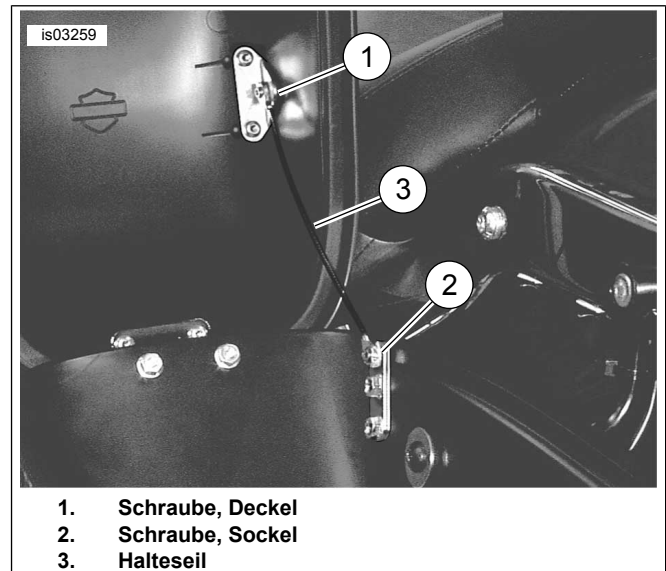
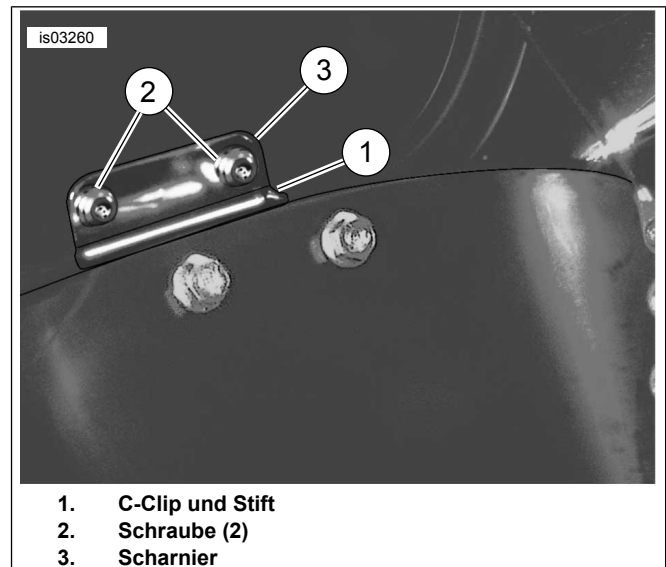
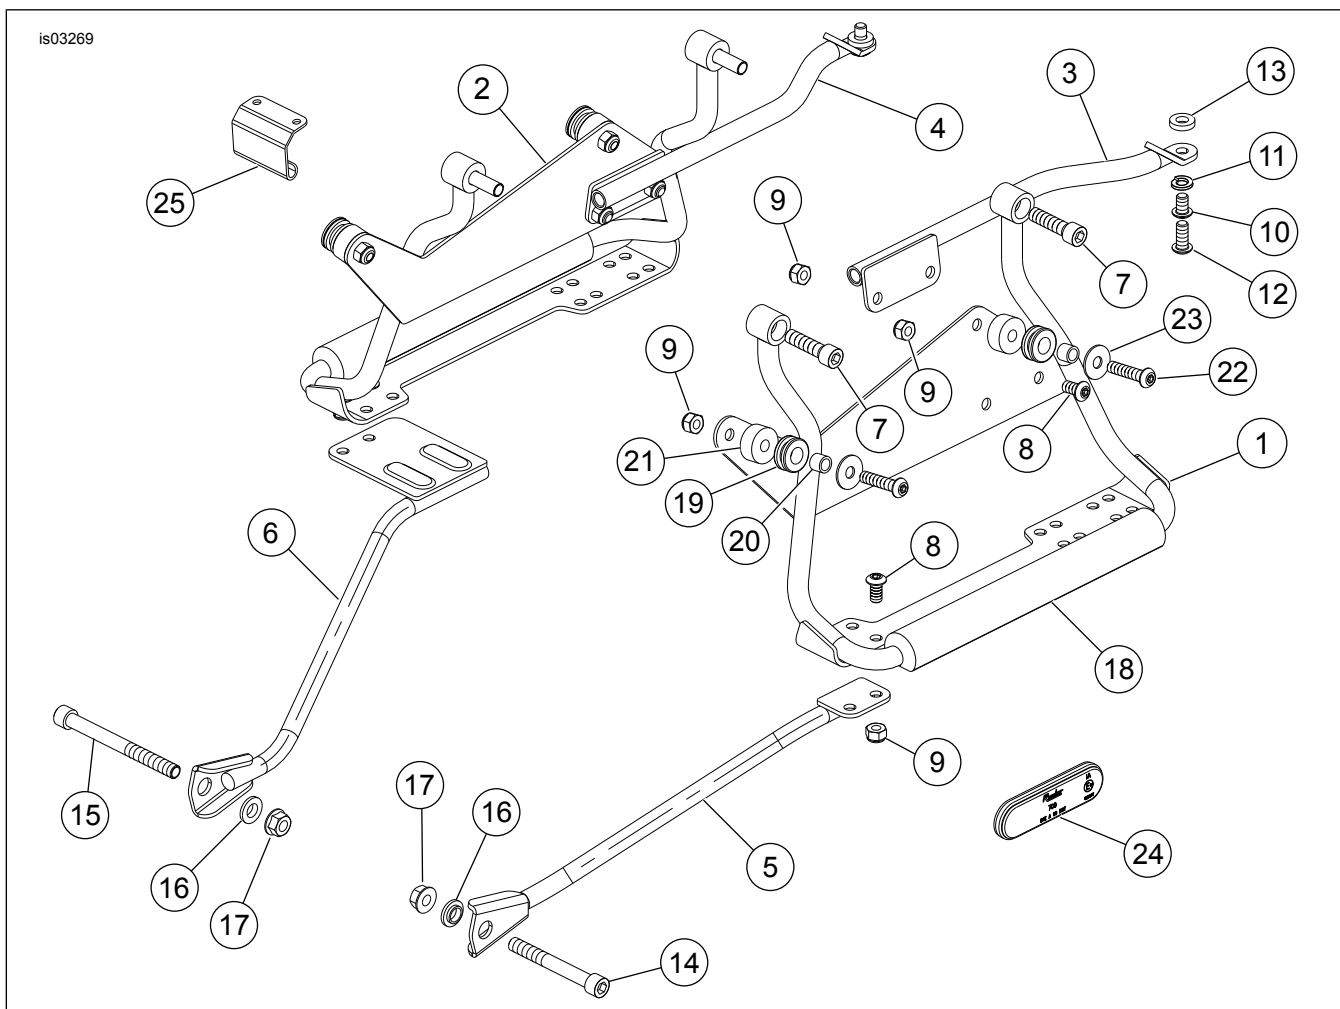

Abbildung 16. Halteseil ausbauen
Abbildung 17. Scharnier ausbauen
Abbildung 18. Ersatzteile: Satteltaschenhalterungssatz (90715-07) und Befestigungsteilesatz (88208-07)
2. Siehe Abbildung 18. Die Schraube (14) durch die Fußrastenstütze und den Rahmen einsetzen. An der Rahmeninnenseite müssen die Gewindegänge etwa 13 mm (1/2 in) frei liegen.
3. Die vordere Stützhalterung (5) auf die Schraube (14) aufsetzen.
4. Die Ansatzscheibe (16) mit dem Ansatz in Richtung Halterung einsetzen, die Mutter (17) auf der Schraube anbringen und von Hand anziehen.
2. Siehe Abbildung 18. Die Schraube (15) durch die Fußrastenstütze (1) und Schalldämpferhalterung einsetzen. An der Rahmeninnenseite müssen die Gewindegänge etwa 12 mm (1/2 in) frei liegen.
3. Die vordere Stützhalterung (6) auf der Schraube (15) anbringen.
1. Siehe Abbildung 18. Die zwei Schrauben (8) durch die Aufhängehalterungen der Satteltasche (1, 2) und in die vorderen Stützhalterungen (5, 6) einbauen. Mit den Muttern (9) befestigen. Die Muttern auf ein Drehmoment von 13,1 N·m (10 ft·lb) anziehen.
4. Siehe Abbildung 18. Schraube (22) und Unterlegscheibe (23) von der seitlichen Satteltasche durch das Distanzstück (21) einbauen. Nun die Mutter (9) aufsetzen und von Hand anziehen.
1. Siehe Abbildung 16. Die Schrauben (1, 2) ausbauen, mit denen das Halteseil am Satteltaschendeckel und -sockel befestigt ist.
2. Das Halteseil (3) von der Satteltasche abbauen.
3. Siehe Abbildung 17. Den C-Clip und Stift (1) des Scharniers aufheben. Den Satteltaschendeckel von der Satteltasche nehmen.
4. Die beiden Schrauben (2) entfernen und aufheben, die das Scharnier am Satteltaschendeckel befestigen.
5. Das Scharnier (3) unter der Gummidichtung heraus ziehen.
6. Siehe Abbildung 18. Das Scharnier (25) unter die Gummidichtung schieben, und eine Scharnierhälfte mit den zuvor ausgebauten Schrauben (Abbildung 17, Teil 2) am Satteltaschendeckel befestigen. Die Schrauben sicher anziehen.
7. Siehe Abbildung 17. Den Stift am Scharnier befestigen und mit dem C-Clip sichern.